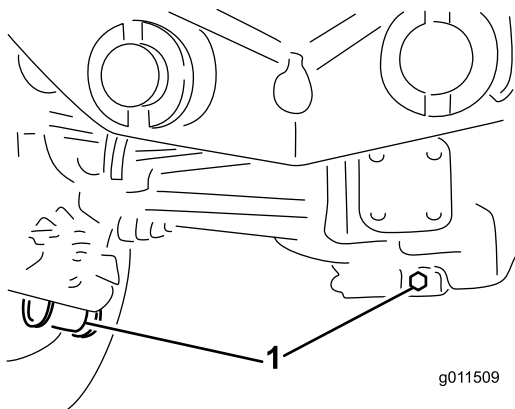

Bild 70
- Reinigen Sie den Bereich um die drei Ablassschrauben, d. h. jeweils eine an beiden Enden und eine in der Mitte (Bild 70).